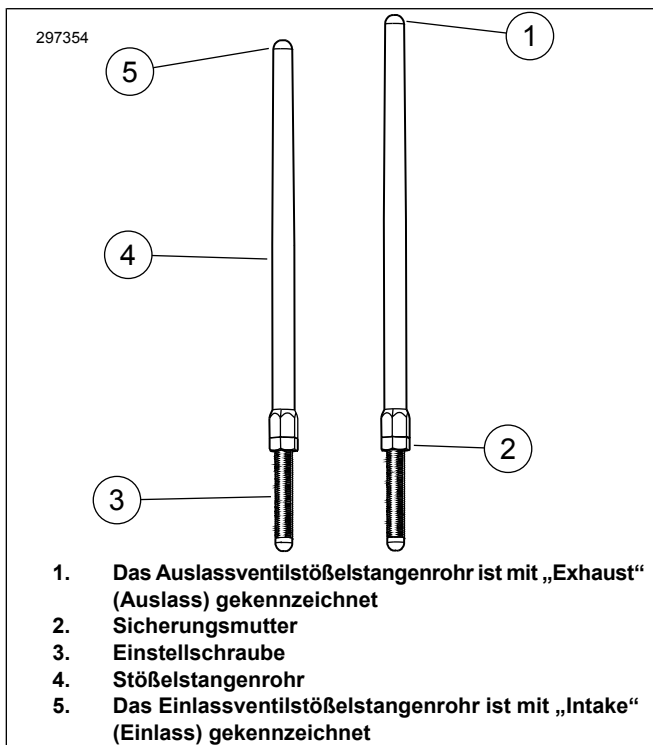

Abbildung 1. Verstellbare Stößelstange
6. Abbildung 1 Die Sicherungsmutter an allen Stößelstangen lösen und sie auf ihre kürzeste Länge einstellen.